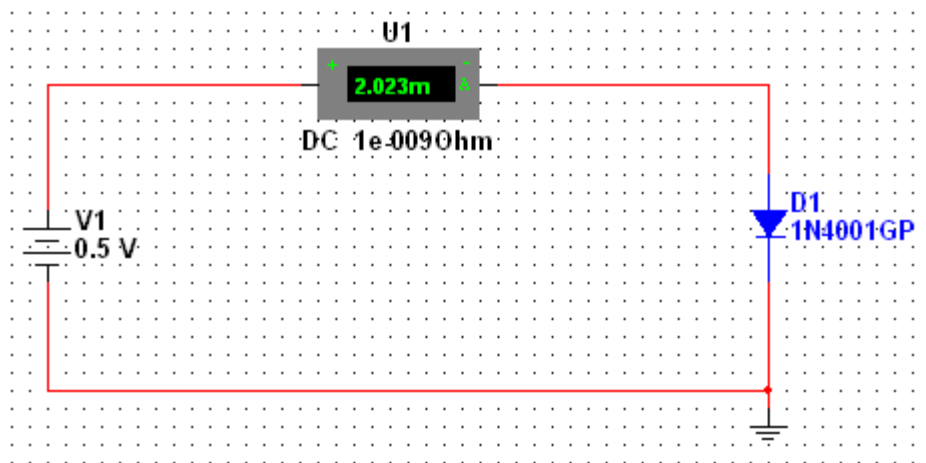

Рис. 2.6 Електрична принципова схема виміру вольт-амперної характеристики напівпровідникових діодів
2. Вивчити призначення всіх елементів схеми (рис. 2.6).